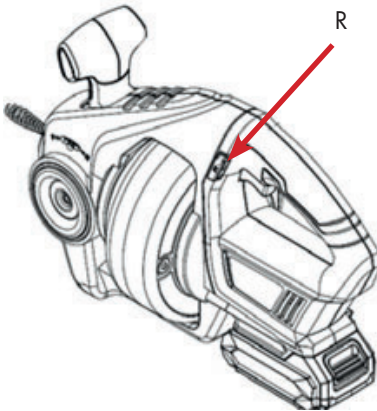

Fig. 4
- Presione L para la rotación hacia adelante y R para la rotación hacia atrás (Fig. 4 y 5).
- Utilice el sentido de rotación inverso exclusivamente para liberar el eje espiral de una condición de bloqueo (Fig. 4).